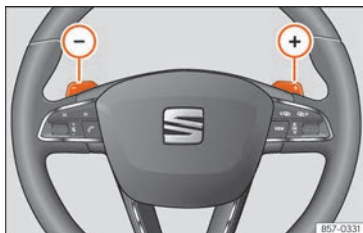

Fig. 249 Volant : palettes pour boîte automatique.
- Appuyez sur la plaquette pour passer une vitesse supérieure **»» fig. 249.**